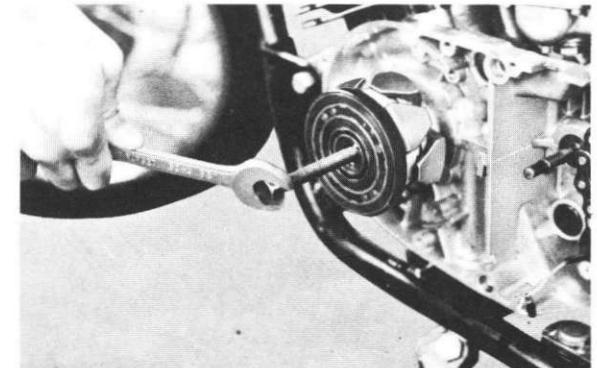

Fig. 4-1-9
9. Remove the rotor assembly with the armature puller bolt or shock puller. (Fig. 4-1-9)
9. Retirez l'ensemble du rotor à l'aide d'un boulon d'extraction ou d'un extracteur à percussion. (Fig. 4-1-9)
9. Läufereinheit mit Hilfe des Läuferabziehbolzens oder der Schlagabziehvorrichtung abziehen. (Abb. 4-1-9)